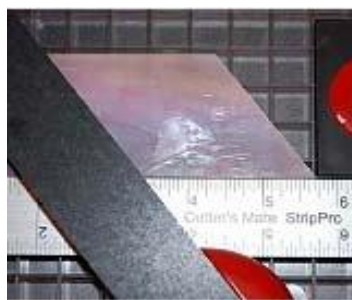

Abbildung 6
6. Brechen Sie Ihre erste Schnitt ab und setzen Sie die neue Kante gegen die Glasstopfen, Schneide und Sie werden Ihre Diamant haben. Wiederholen Sie so oft wie erforderlich. (Bild. 6 und 7)